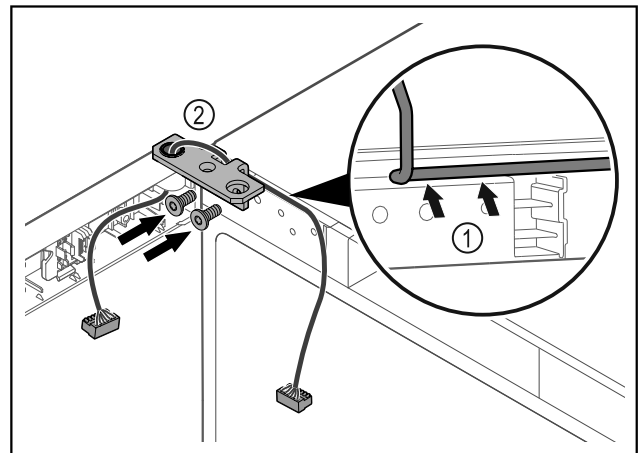

Fig. 46
- ▶ Кабель провести через виїмку шарнірного кутика і обережно прокласти Fig. 46 (1).
- ▶ Накрутити шарнірний кутик Fig. 46 (2).